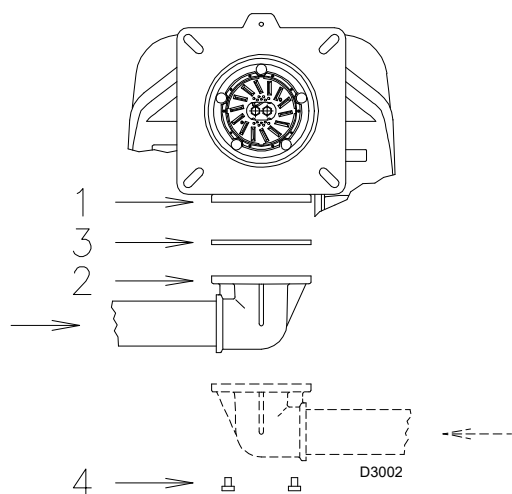

Fig. 28
- La rampa del gas va collegata all'attacco del gas 1)(Fig. 28), tramite la flangia 2), la guarnizione 3) e le viti 4) date a corredo del bruciatore.
- La rampa può arrivare da destra o da sinistra, secondo comodità, vedi Fig. 28.